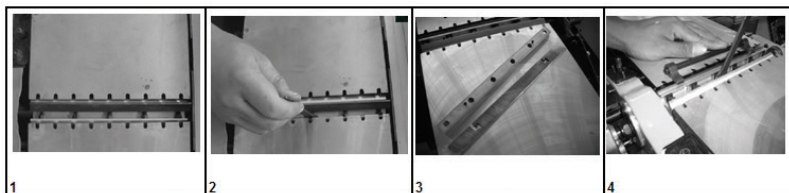

рис. 7
- рукояткой установки глубины строгания (рис.1 поз.2) опустить регулируемую часть строгального стола (рис.1 поз.1) в крайнее нижнее положение, чтобы обеспечить удобный доступ к барабану (см. рис.7);